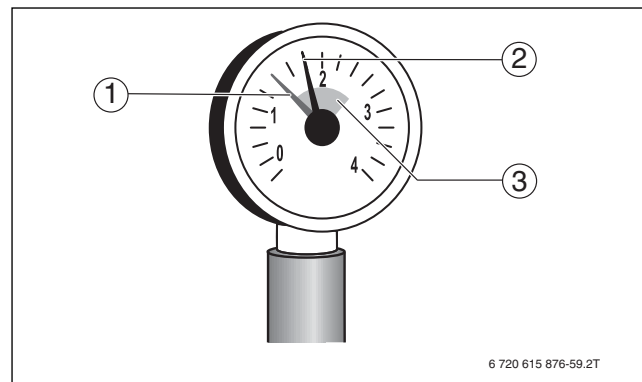

Рис. 5 Манометр для закрытых систем отопления
- ▶ Осторожно откройте водопроводный кран и медленно заполните отопительную систему. При этом наблюдайте за показаниями манометра (→ рис. 5, стр. 9).